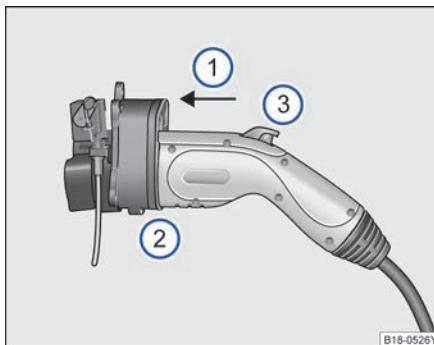

图 112 充电插头示意图
请将充电插头平行地插入充电插座 ⇒ 图 112 ①。
请将充电插头完全插入充电插座 ⇒ 图 112 ②。
请确保充电插头上的按键处于弹起状态 ⇒ 图 112 ③。